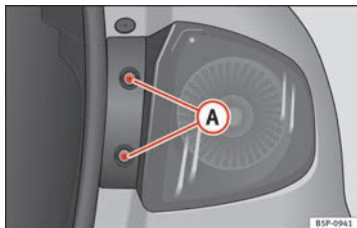

Fig. 190 Luz de población/freno.
- Extraiga los tornillos ⇒ fig. 190 **A**.